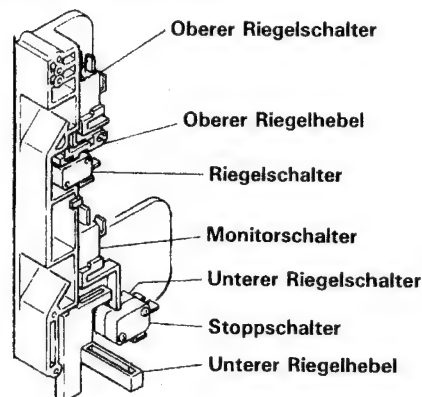

Abbildung C-3. Einstellung der Riegelschalter
1. Oberen Riegelschalter, Riegelschalter und Monitorschalter gemäß Abb. C-3 an der jeweils vorgesehenen Stelle einbauen.
2. Unteren Riegelschalter und Stoppschalter mit den beiden Schrauben und Muttern gemäß Abb. C-3 an der jeweils vorgesehenen Stelle einbauen.